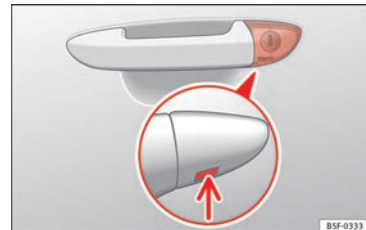

Fig. 3 Poignée de la porte du conducteur : barillet de serrure caché.
- Introduisez le panneton dans l'ouverture inférieure du cache de la poignée de la porte du conducteur **» fig. 3** (flèche) et soulevez le cache. **»**